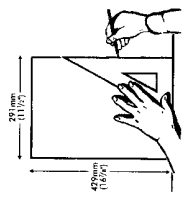

FIG. 3
- Von der waagerechten Linie ausgehend ein Rechteck zeichnen (siehe Abb. 3). Die Abmessungen des Lochs sind: Ausschnitt sind 429 mm x 291 mm.
- A partir du trait horizontal, tracez un rectangle (voir Fig. 3). Les cotes de cette découpe sont les suivantes: 429 x 291 mm.
- Gebruik de horizontale lijn als uitgangspunt en teken een rechthoek (zie afb. 3). De afmetingen voor het gat zijn 429 mm x 291 mm.
- Tomando la línea horizontal como punto de partida, trace un rectángulo (Fig. 3). Las dimensiones de la pieza a cortar son 429mm x 291mm.
- Using the horizontal line as the starting point, draw a rectangle (see Fig. 3). Dimensions for the cut-out size are 429mm x 291mm (16 1/2" x 11 1/2").